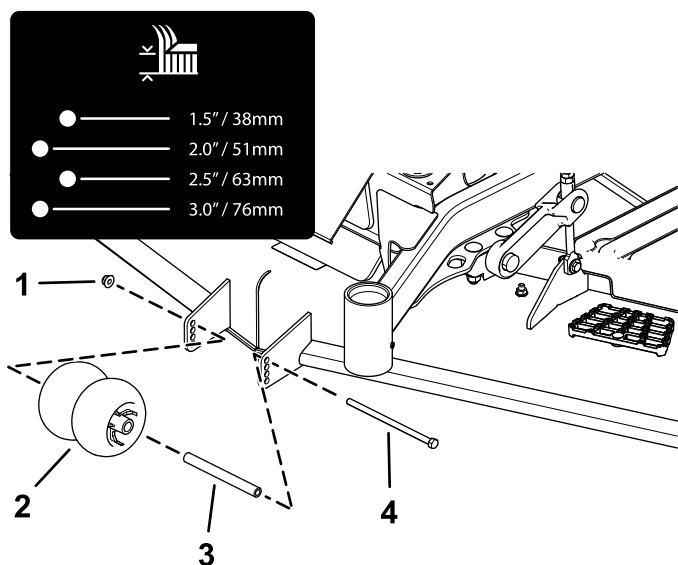
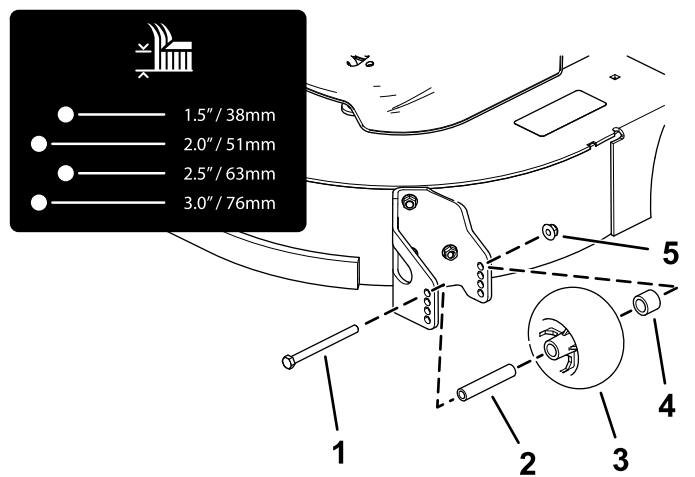
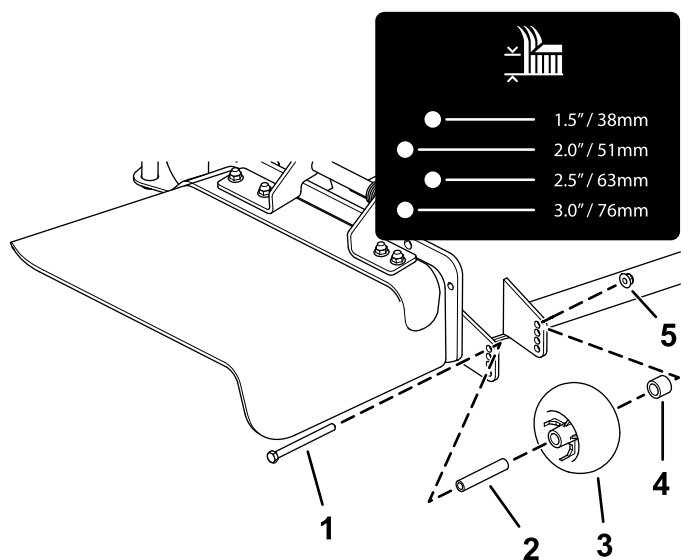
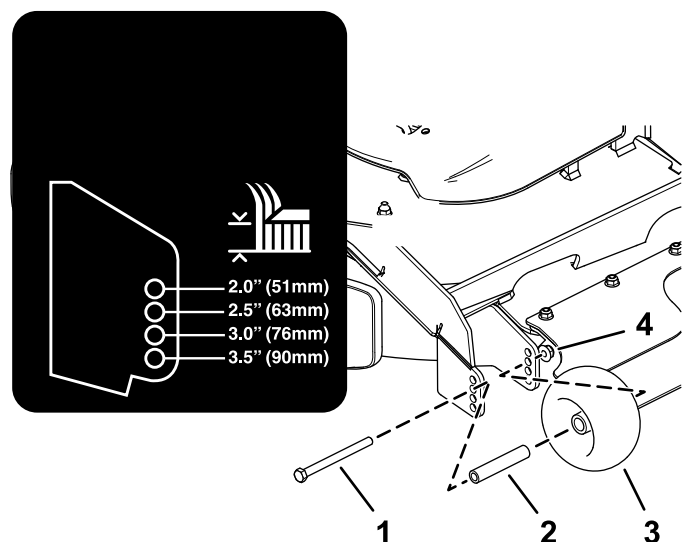

Figure 25
Figure 27
Figure 26
Figure 28
4. Réglez les galets anti-scalp comme montré à la Figure 25, la Figure 26, la Figure 27 et la Figure 28.